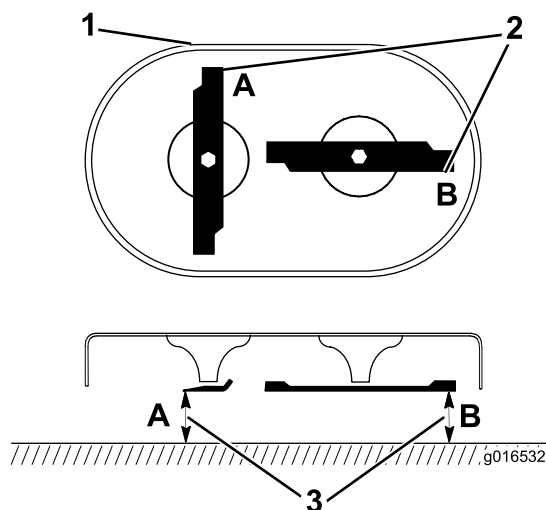

Рисунок 42
1. Поверните ножи в положение, показанное на рис. Рисунок 42.
2. Измерения производите от ровной поверхности до режущих кромок в местах А и В (Рисунок 42) и запишите оба результата измерения.
3. Поверните ножи так, чтобы их противоположные концы находились в позициях А и В (Рисунок 42).